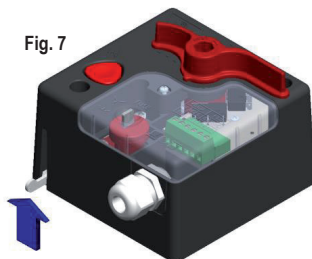

Fig. 7
- Sollevare la leva metallica (fig.7) presente sul carter del gruppo comando fino al suo arresto.